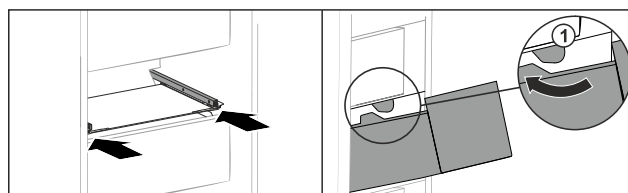

Fig. 134
- ▶ Guider le tiroir en contournant les butées Fig. 134 (1).